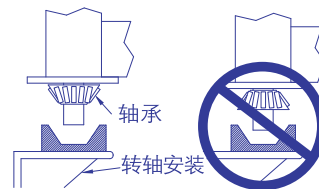

图2B. 确定轴承方向
- 2.5 用洁净的干布清洁转轴，滑动轴承，确定轴承的安装方向(图2B)。